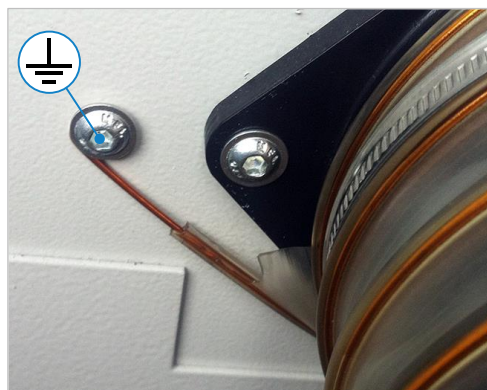

Abbildung 27: Erdungsbeispiel für Absaugschlauch
- Alle Teile der Absauganlage, inklusive der Schläuche, müssen in die Erdungsmaßnahme mit aufgenommen werden (siehe Erdungsbeispiel in $\Rightarrow$ Abbildung 27).